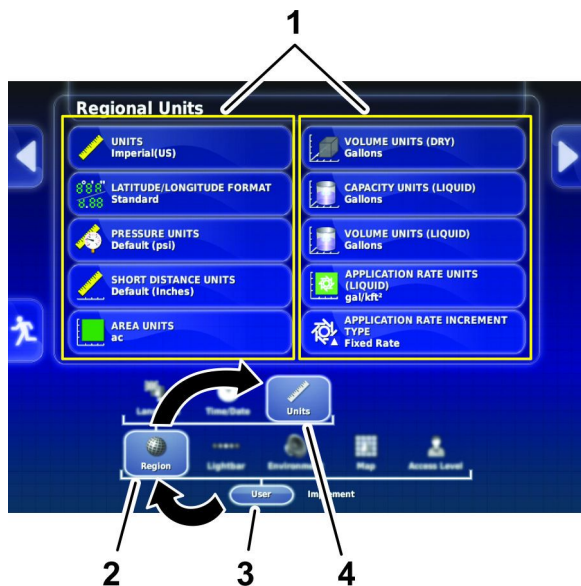

Figura 20
2. Pressione o ícone UTILIZADOR (Figura 20).
3. Pressione o ícone REGIÃO (Figura 20).
4. Pressione o ícone UNIDADES (Figura 20).